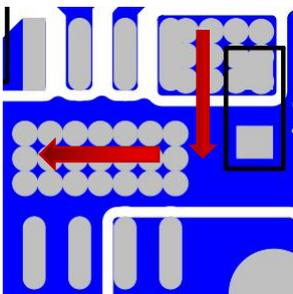

图 1
2.输入电容应尽可能靠近芯片管脚（VIN 和 GND）。输入电源引脚必须增加一个 0.1uF 的陶瓷电容以增强芯片的抗高频噪声能力。如图 1。